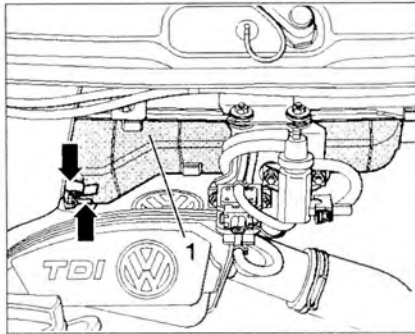

Рис. 1.6. Отсоедините фиксаторы (стрелка). Переместите крышку 1 вправо и снимите ее.
3. Отсоедините фиксаторы (стрелка) (рис. 1.6). Переместите крышку 1 вправо и снимите ее.
6. Установите крышку 1 и переместите ее влево (рис. 1.6). Закрепите фиксаторы (стрелка).